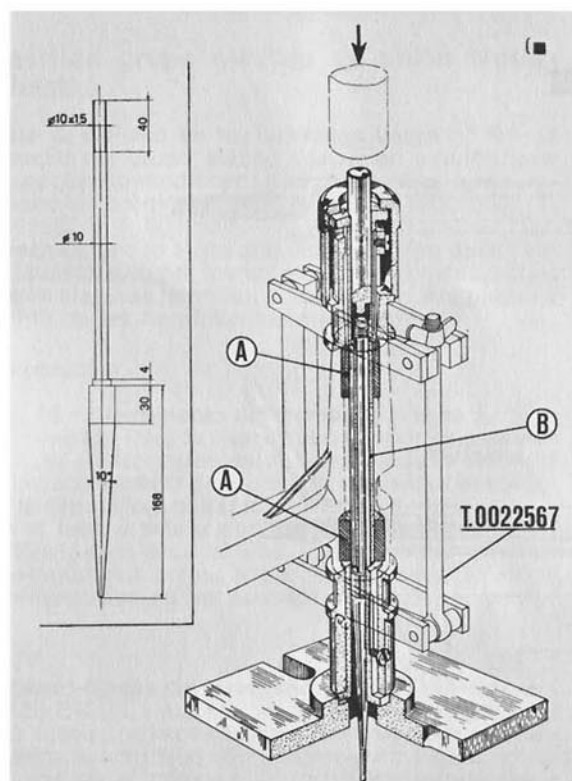

Fig. 60
2nd Operation: (Fig. 60): Slide the tube "B" onto the component 12 of the tool and secure by screwing the component 17 to the guide pin.
2.a Operación (Fig. 60): Introducir el tubo "B,, en el eje (detalle 12 del útil) y fijarlo, atornillando sobre el eje el particular 17.